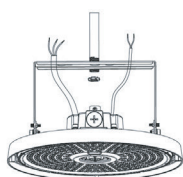

FIGURE 9
Étape 2 : Insérez la tige dans le trou du support (voir figure 9).